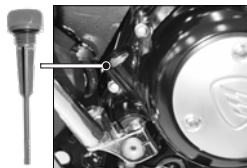

Imagen 17. Tapón-bayoneta.
1. Localizar el tapón-bayoneta de aceite en la parte inferior derecha de la **TC250**. Ver imagen 17.